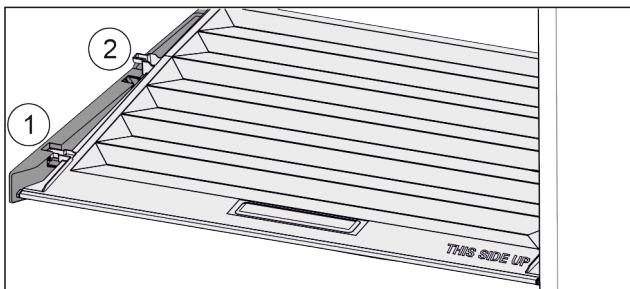

Fig. 68
- Кришку до отвору в деталях для підтримки потягнути вперед Fig. 68 (1).
- Підняти ззаду знізу та вийняти Fig. 68 (2) вгору.